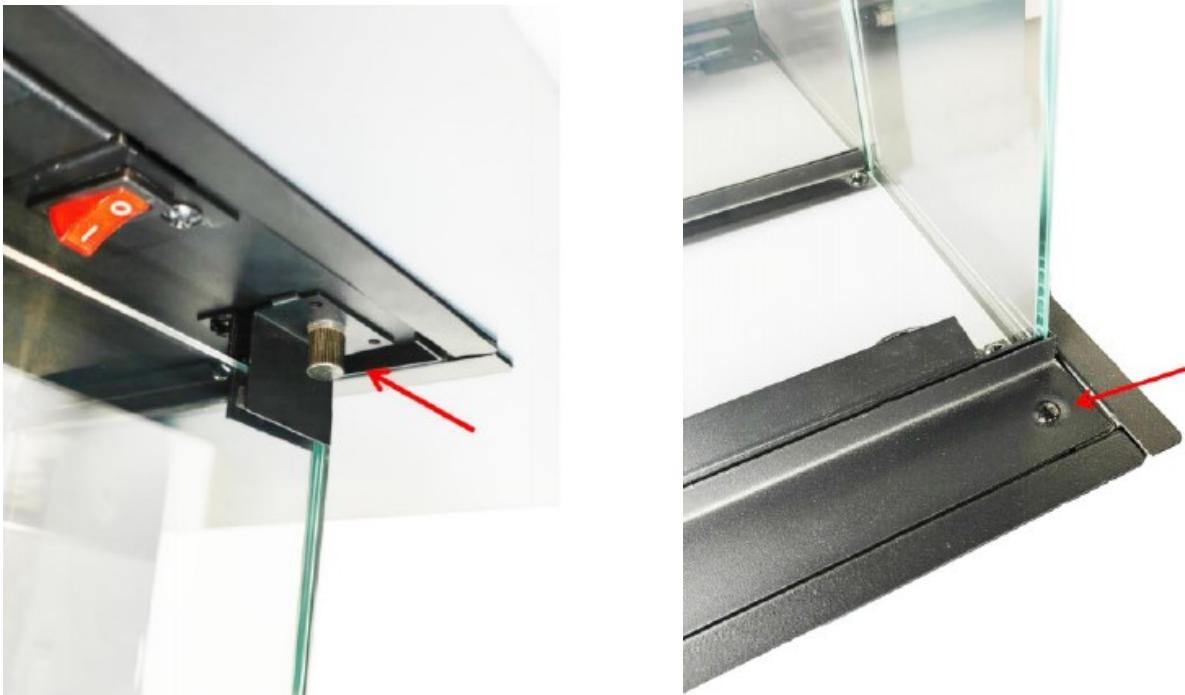

Figure 4.1 - Vis et clips de fixation du cadre vitré
2. Avec une main sur le cadre vitré pour l'empêcher de tomber, retirez les vis et clips de fixation situés aux côtés gauche et droit du cadre vitré. Conservez ces pièces. Voir Figure 4.1.
3. Retirez les deux vis retenant la bordure de fixation inférieure du cadre vitré. Voir Figure 4.1 (à droite).